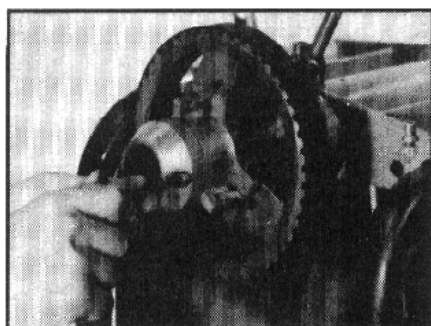

Рис.16.
- ⇒ Отвинтите крепежные болты в переднем колпачке и удалите передний колпачок (рис. 16).